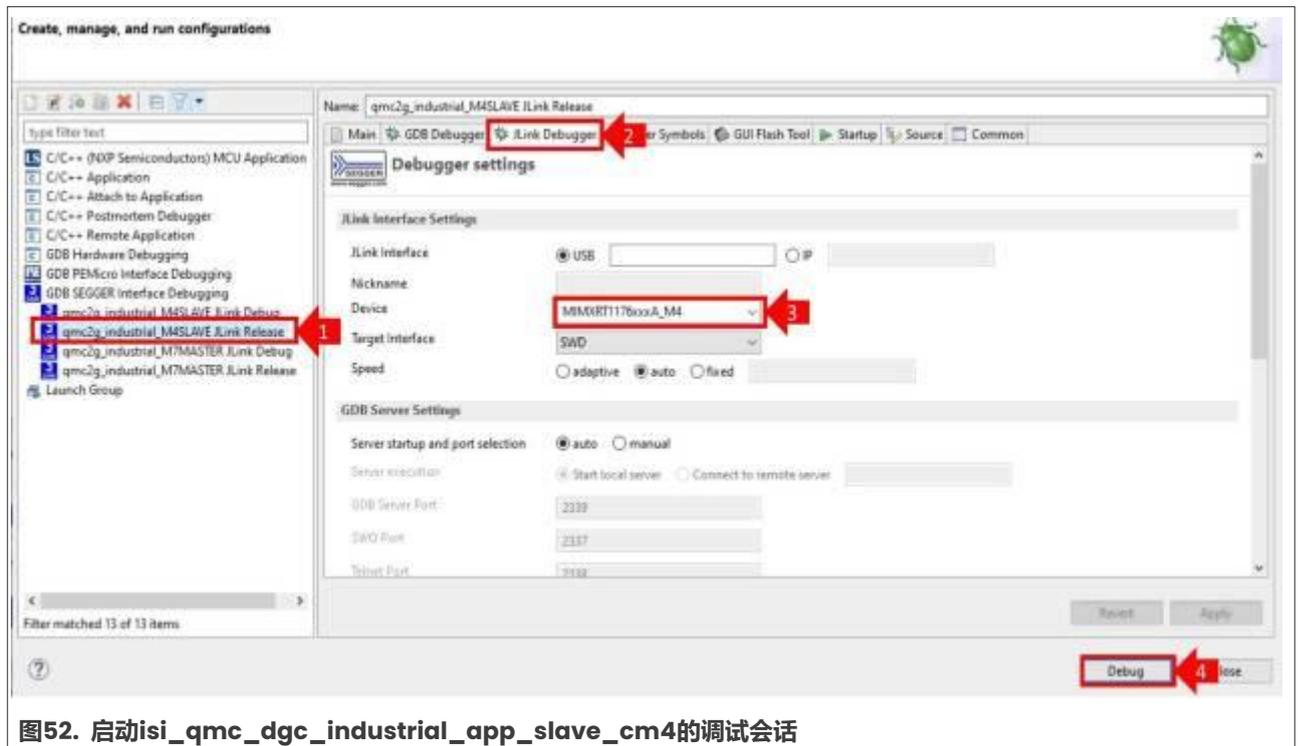

图52. 启动isi\_qmc\_dgc\_industrial\_app\_slave\_cm4的调试会话
7. 按照与isi\_qmc\_dgc\_industrial\_app\_master\_cm7相同的步骤（第4步）开始isi\_qmc\_dgc\_industrial\_app\_slave\_cm4的调试会话。选择适当的调试配置，如图52所示：
- (1) 在GDB SEGGER Interface debugging下选择isi\_qmc\_dgc\_industrial\_app\_slave\_cm4 JLink Debug配置；
- (2) 打开J-Link Debugger选项卡；
- (3) 检查JLink Interface Settings是否如图52所示。尤其需要注意的是，Device字段的值应为MIMXRT1176xxxA\_M4；取消Attach to a Running Target选项。
- (4) 点击Debug按钮，开始调试软件。等待MCUXpresso将软件映像加载到子卡中，这需要几秒钟时间。